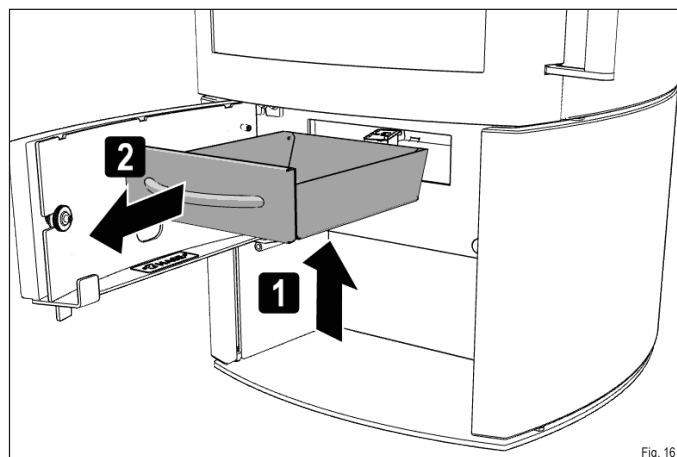

Fig. 16
- ▶ **Ôtez le bac à cendres du foyer (Fig. 16).**
- ▶ Tirez le bac à cendres hors de l'ouverture par le capot (Fig. 16).